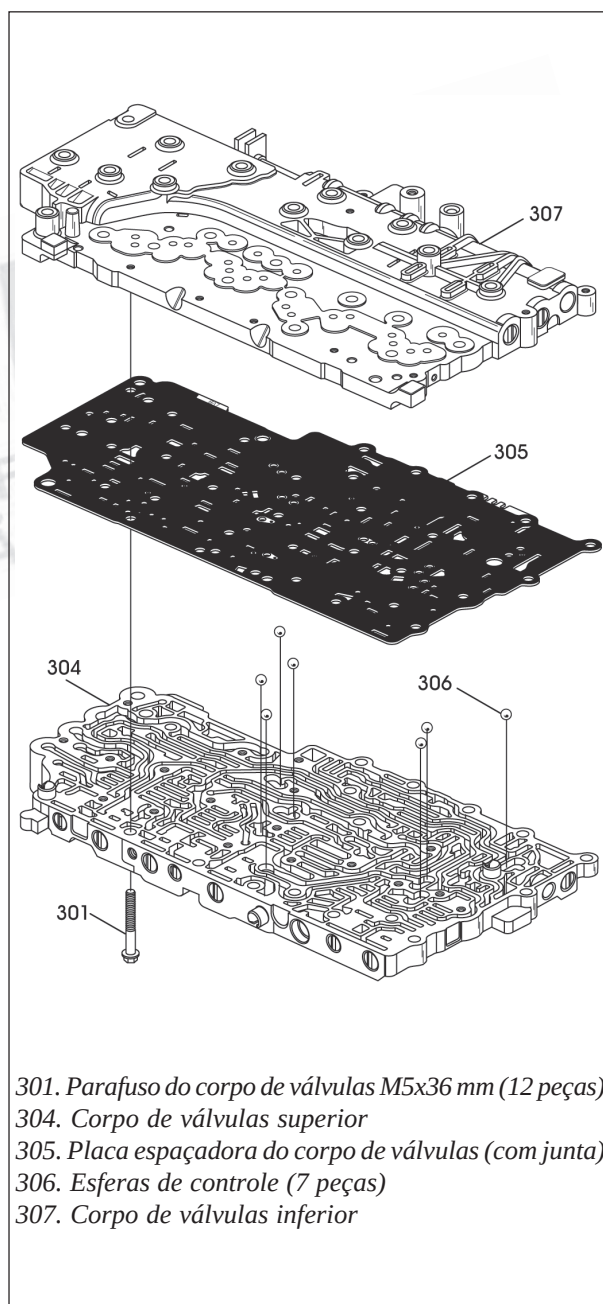

Figura 143
21. Instale o corpo de válvulas inferior sobre os pinos guia e no topo da placa espaçadora, conforme mostra a figura 143.